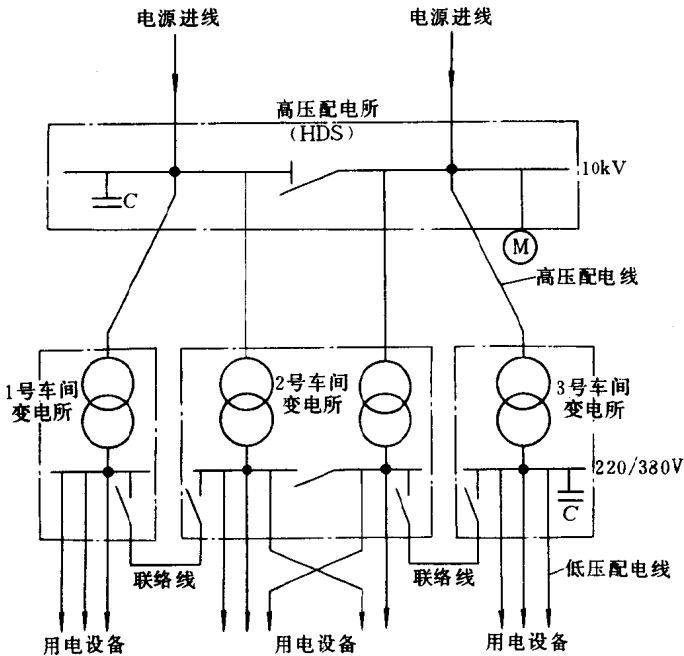

图 1-1 具有高压配电所的企业供配电系统的系统图
图 1-1 是一个有代表性的中型企业供配电系统的系统图。按国家标准 GB6988—1986^①《电气制图》定义，电气系统图是用电气图形符号或带注释的框概略表示电气系统的基本组成、相互关系及其主要特征的一种简图；而电路图则是用电气图形符号并按工作顺序，详细表示电路、设备或成套装置的全部基本组成和连接关系而不考虑其实际位置的一种简图。因此图 1-1 中未绘出高低压开关设
由图 1-1 可以看出，该企业高压配电所有两条 10kV 电源进线，分别接在高压配电所的两段母线上。所谓“母线”，就是用来汇集和分配电能的导体，又称“汇流排”。这种用一台开关分隔开的单母线结线，称为“单母线分段制”。当一条电源进线发生故障或进行检修而被切除时，可以闭合分段开关，由另一条电源进线来对整个配电所即全厂的负荷供电。这种具有双电源的高压配电所最常见的运行方式是：分段开关在正常情况下是闭合的，整个配电所由一条电源进线供电，通常来自公共高压电网；而另一条电源进线则作为备用，通常是从邻近单位取得备用电源。